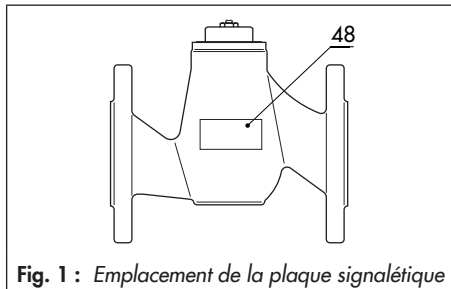

Fig. 1 : Emplacement de la plaque signalétique
La plaque signalétique (48) se trouve sur le corps de vanne (cf. Fig. 1).